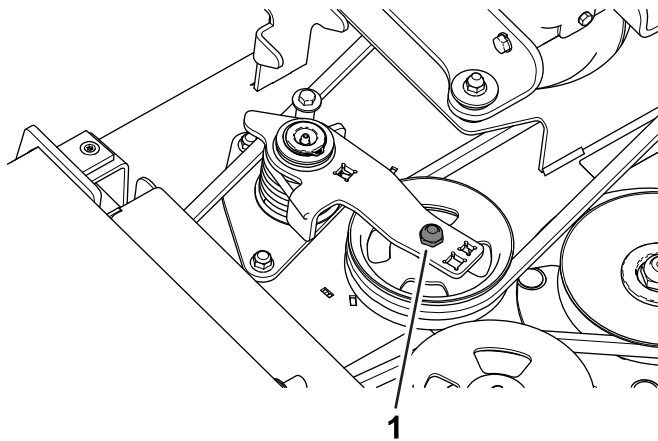

Figure 27
3. À l'aide d'une clé dynamométrique ou d'un outil similaire, éloignez la poulie de tension (Figure 27) de la courroie d'entraînement pour détendre cette dernière et pouvoir la déchausser de la poulie du boîtier d'engrenages.